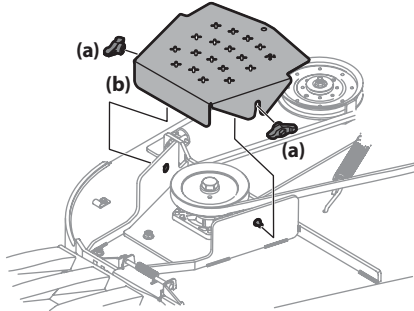

Figure 4-22
2. Retirez les écrous papillon qui fixent le couvercle des courroies au plateau de coupe. Voir Figure 4-22.
6. Placez la courroie autour des poulies de tension retirées à l'étape 3 avec le côté en « V » vers le bas. Après avoir installé la courroie, installez la quincaillerie et serrez l'écrou autobloquant pour fixer l'assemblage. Voir Figure 4-22.
7. Installez la courroie comme indiqué à la Figure 4-22, puis réinstallez le plateau de coupe. Consultez la sous-section Installation du plateau de coupe à la page 23.